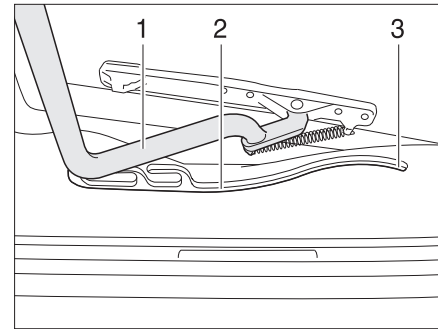

Bild 82 Heki-taklucka, spår
- Dra in bygeln (Bild 82,1) i spåren (Bild 82,2) till den bakersta positionen (Bild 82,3).
- Tryck bygeln (Bild 82,1) lätt uppåt med båda händerna.
- Drag bygeln till önskad position i spåret (Bild 82,2).